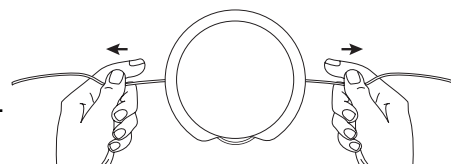

Fig. 19
3. Tirez sur les extrémités pour les faire passer à travers en vous assurant que les bouts sont de longueur égale et que le milieu du fil est centré entre les trous d'insertion (Fig. 19).